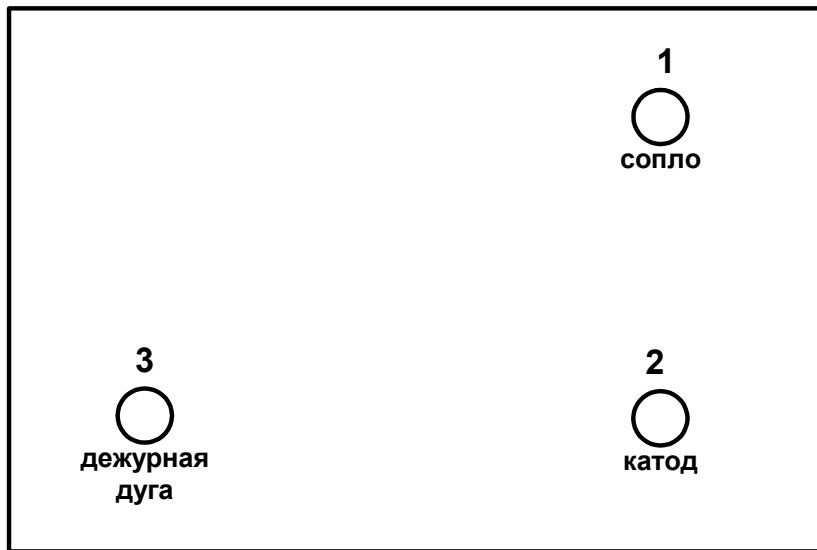

Рис. 2
7.2. Снимите крышку с доски подключений. Подключите к клемме «1»(рис.2)